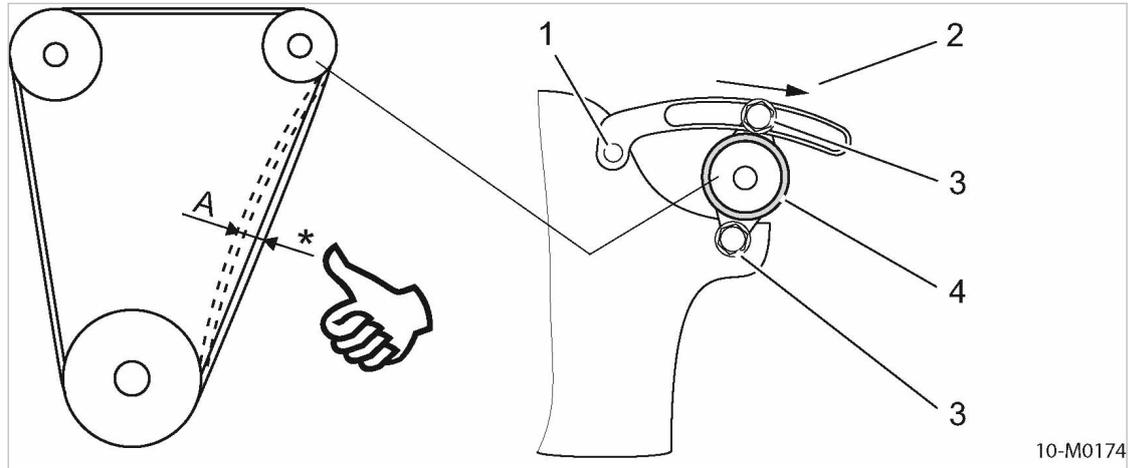

Fig. 32 Comprobación de la tensión de la correa con la mano
<ol style="list-style-type: none"> <li>Desmontaje de la protección de correas.</li> <li>Comprobar la tensión de correas con un aparato medidor para correas trapezoidales.</li> <li>Tense la correa que esté floja: <ul style="list-style-type: none"> <li>Soltar ambos tornillos de fijación ③ del motor generador ④.</li> <li>Tirar del generador del motor con una palanca adecuada en la dirección que indica la flecha ② hasta que se haya alcanzado la tensión de correas correcta.</li> <li>Volver a apretar ambos tornillos de fijación ③.</li> </ul> </li> <li>Monte la protección de correas.</li> <li>Polo negativo de la batería.</li> </ol>	<ol style="list-style-type: none"> <li>Desmontaje de la protección de correas.</li> <li>Presione la correa con el pulgar por el punto medio entre las poleas. (ver ilustración 32).</li> <li>Tense la correa que esté floja: <ul style="list-style-type: none"> <li>Soltar ambos tornillos de fijación ③ del motor generador ④.</li> <li>Tirar del generador del motor con una palanca adecuada en la dirección que indica la flecha ② hasta que se haya alcanzado la tensión de correas correcta.</li> <li>Volver a apretar ambos tornillos de fijación ③.</li> </ul> </li> <li>Monte la protección de correas.</li> <li>Polo negativo de la batería.</li> </ol>
- Soltar los dos tornillos ③ del motor-generator ④.